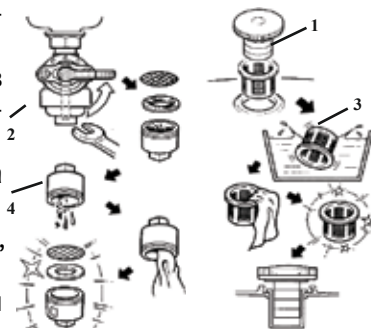

рис. 6
- снимите крышку бензобака (рис.6 поз.1) и колпачок крана подачи бензина (рис.6 поз.2), стараясь не повредить уплотнение;
- удалите загрязнения с фильтров (рис.6 поз.3 и 4) промыванием в растворе (типа Уайт-Спирит) и продувкой;
6.6.2 Слейте или полностью выработайте имеющееся в баке топливо (слив производится снятием колпачка крана подачи топлива (рис.6 поз.2)).